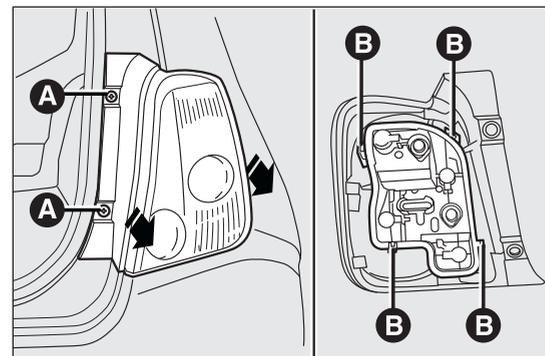

fig. 115
- svitare le due viti di fissaggio A fig. 115 ed estrarre il gruppo ottico assialmente senza ruotarlo;
- estrarre il portalampage dalla propria sede svincolandolo dalle alette di bloccaggio B fig. 115;